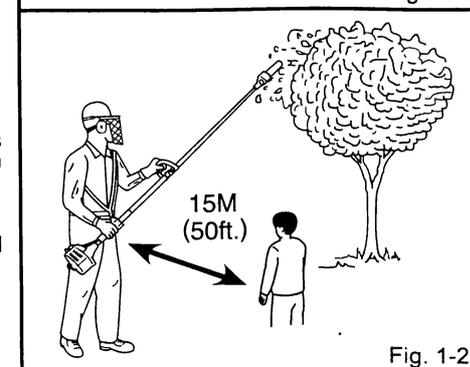

Fig. 1-2
- Spectator and fellow workers must be warned, and children and animals prevented from coming nearer than 15M (50ft.) while the pole trimmer is in use. (Fig.1-2)
- Always wear head protection with full face shield to help protect against falling branches and debris. (Fig.1-2)
- Man soll die Zuschauer und die Mitarbeiter warnen. Die Kinder und die Tiere sollen vom Kommen näher als 15 Meter (50 Fuss) abgehalten werden, wann die Stangenäusästwerkzeug verwendet wird. (Fig.1-2)
- Man soll immer ein Kopfschuttmittel mit einem vollkommenen Gesichtsschutzschild tragen, um sich gegen fallende Zweige und Trümmer zu beschützen. (Fig. 1-2)
venir plus proche de 15 mètres (de 50 pieds) lors de l'utilisation de l'émondoir à perche. (Fig.1-2)
- Il faut porter toujours un protecteur de tête muni d'un masque de sécurité au complet pour pouvoir assurer la protection contre des branches et des débris tombés. (Fig. 1-2)
- Si deve avvertire del pericolo gli spettatori ed i compagni di lavoro. Si deve impedire i bambini e gli animali di approssimarsi di meno di 15 metri (di 50 piedi) quando si fa uso del potatore a pertica. (Fig. 1-2)
- Portare sempre un protettore di testa con uno schermo di faccia integrale per assicurare la protezione contro i rami ed i detriti cadenti. (Fig. 1-2)
- Hay que avisar a los espectadores y a los compañeros de trabajo. Hay que impedir que niños y animales puedan llegar más cerca de 15 metros (de 50 pies) mientras que se emplea la recortadora de pértiga. (Fig. 1-2)
- Liévase siempre casco protector puesto con cubierta protectora de cara integral para proteger al usuario contra ramas y desechos que caen. (Fig. 1-2)
- Eventuella åkådare och medarbetare skall varnas, och barn och husdjur skall hindras från att komma närmare än 15 meter medan stångtrimmaren används. (Fig. 1-2)
• Använd alltid skyddshjälm och ansiktsskärm som skydd mot fallande grenar och skräp. (Fig. 1-2)